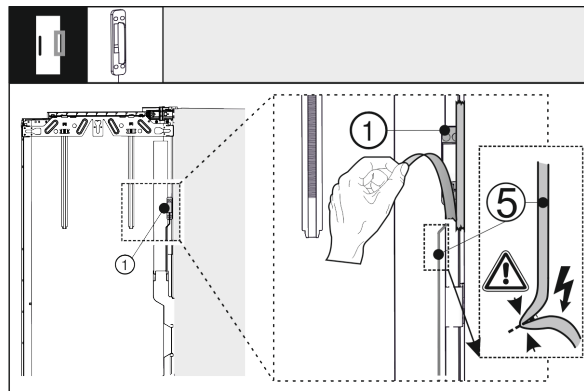

Fig. 41
- Снимите датчик стука Fig. 41 (1) с наружной двери. Не повредите соединительный кабель Fig. 41 (5).